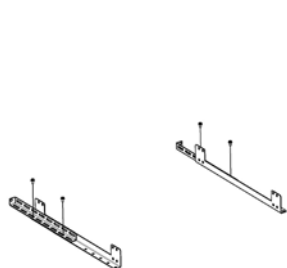

Fig. 38 - Monte el refuerzo y el alargador
- Fije el refuerzo de las patas con el alargador usando los tornillos (véase **Fig. 38**).